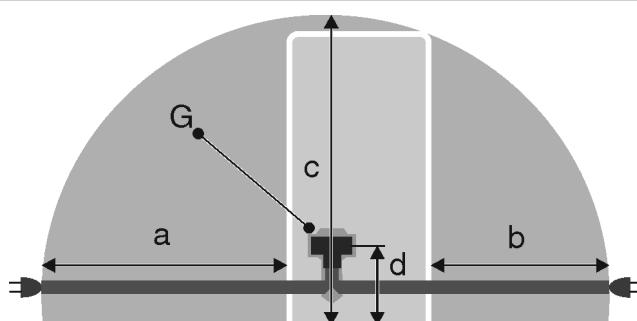

Fig. 35\*
- Uticnica se ne nalazi iza uređaja, nego u područjima a ili b Fig. 35 (a, b, c).
- Utikač uređaja Fig. 35 (G) utaknite na stražnju stranu uređaja. Pripazite da ispravno uskoči.